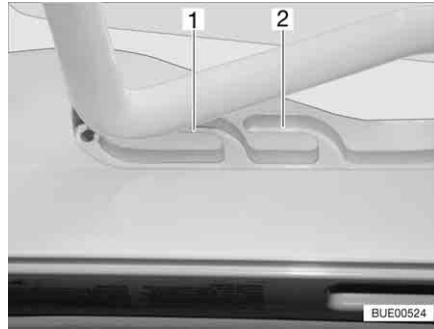
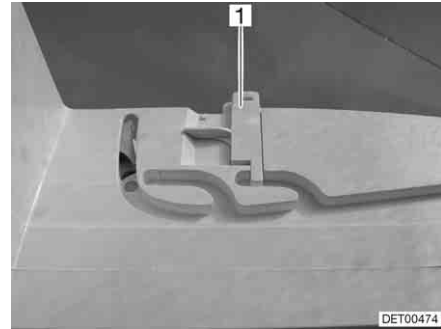

Fig. 82 Claraboya Heki en posición de ventilación
Fig. 83 Bloqueo de la posición de ventilación
La claraboya Heki se puede colocar en dos posiciones de ventilación: Posición de mal tiempo (Fig. 82,1) y posición mediana (Fig. 82,2). Según el modelo, la claraboya podrá ser bloqueada en la posición central con los dos pestillos (Fig. 83,1) a la izquierda y la derecha en el marco de la claraboya.
- Presionar el estribo ligeramente hacia arriba y empujarlo en la guía seleccionada (Fig. 82,1 ó 2) y, si fuera necesario, bloquearlo.